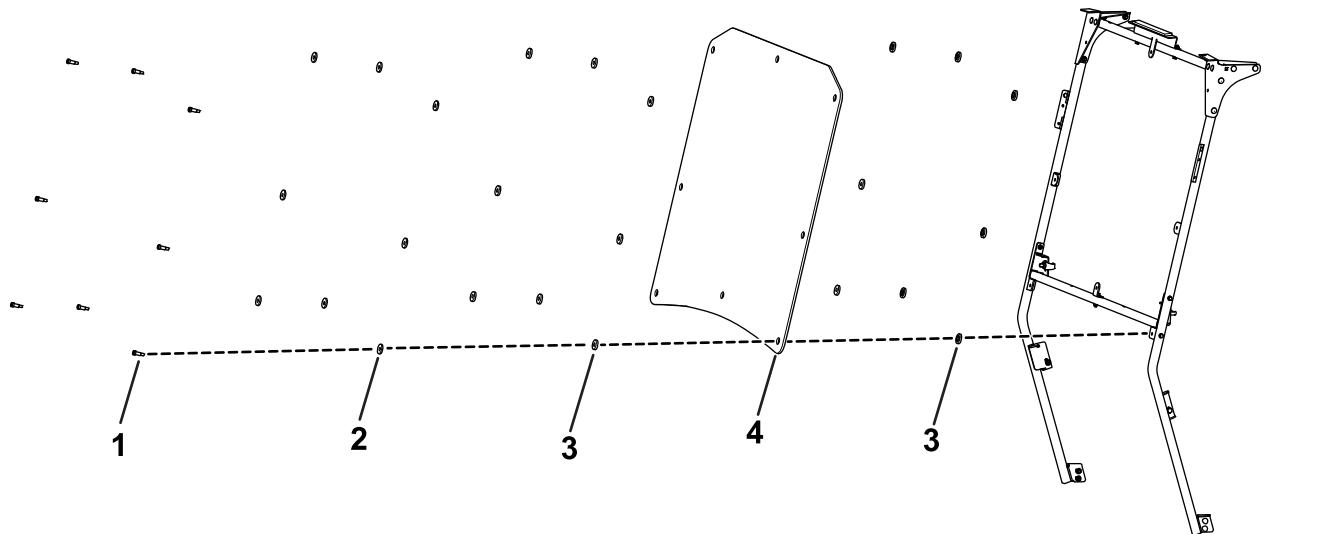

Figure 62
3. Fixez le pare-brise au moyen de 8 boulons à épaulement (5/16" x 1 1/4"), 8 rondelles d'appui, 16 baguettes en caoutchouc et 8 écrous (5/16"), comme montré à la Figure 62.